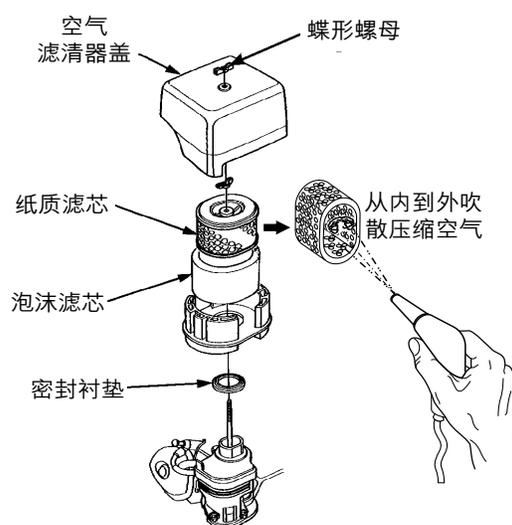

图41. 发动机空气滤清器
1. 该发动机配备有一个可替换的高密度纸质空气滤清器滤芯。空气滤清器组件见图41。